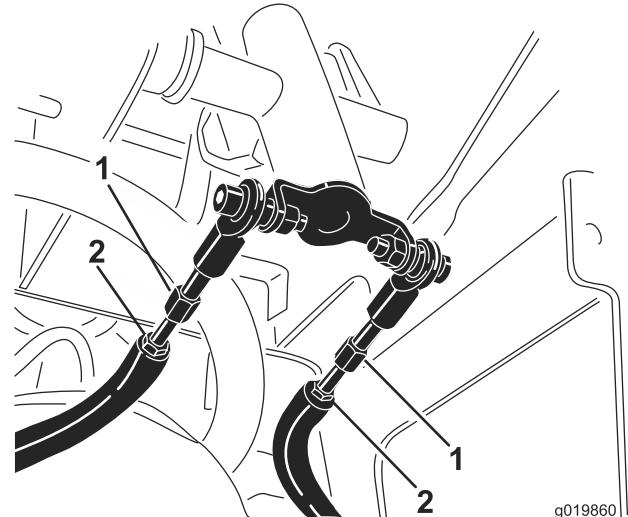

Figure 56
- Desserrez les écrous de blocage sur les tiges de déplacement, sous le panneau de commande (Figure 56).